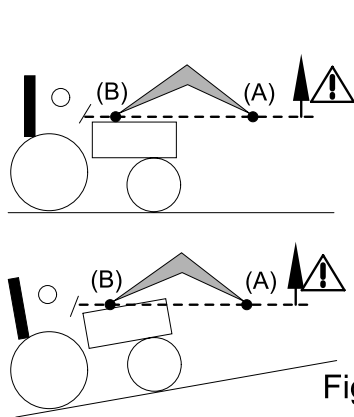
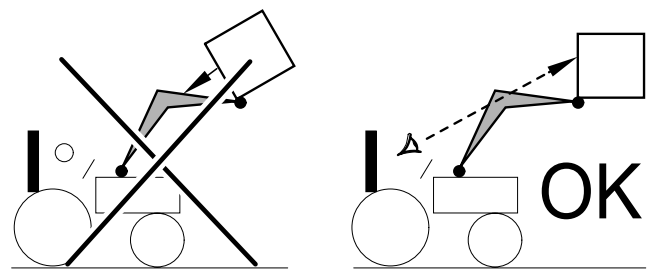

Fig. 2
Fig. 3
- Durante le operazioni di sollevamento e spostamento, fare attenzione al carico dal momento in cui il punto di rotazione dell'attrezzo (A) supera il punto di articolazione orizzontale del caricatore (B) [vedere fig. 2]. Se necessario, regolare la posizione dell'attrezzo in modo che il carico non venga mai rivolto verso il conducente [vedere fig. 3].
**! PERICOLO:** Se il carico non è fissato correttamente, l'operatore è esposto al pericolo di caduta del carico quando il punto di rotazione dell'attrezzo (A) supera l'orizzontale del punto di rotazione del caricatore (B) [vedere fig. 2].
**! PERICOLO:** È vietato richiamare il caricatore quando il punto di rotazione dell'attrezzo (A) supera l'orizzontale del punto di rotazione del caricatore (B) [vedere fig. 2].